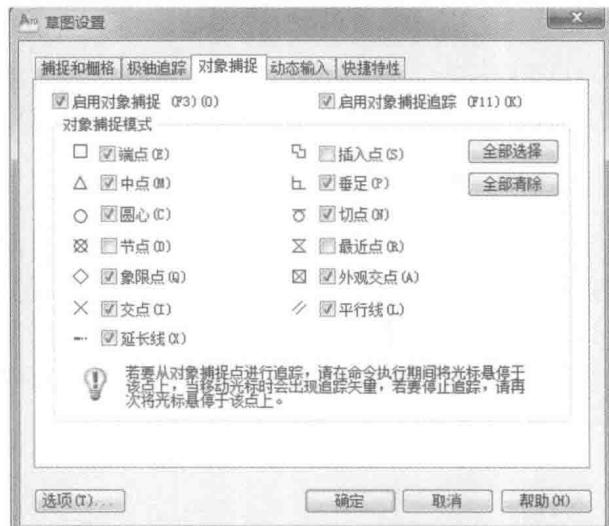

图 1-15 “对象捕捉”选项卡
2) 自动捕捉。设置对象捕捉时，右键单击状态栏中的“对象捕捉”按钮，选择“设置”选项，或者单击下拉菜单“工具 / 草图设置”，出现“草图设置”对话框；选择“对象捕捉”选项卡，然后在对象捕捉模式下选中需要自动捕捉的特征点，如图 1-15 所示。